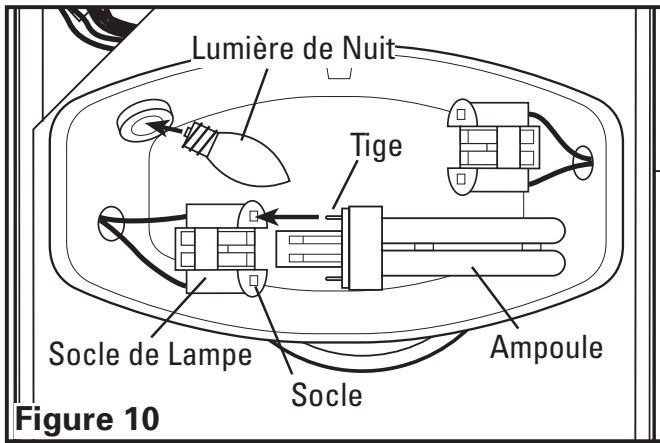

Figure 10
3. Installer les deux ampoules fluorescentes incluses de 13 watts dans les socles de la lampe en alignant les tiges sur la base de l'ampoule au socle du support de lampe en pressant vers le support de lampe jusqu'à ce que l'ampoule se mette en place et qu'il soit fermement appuyé dans le socle du support de lampe. Installer une ampoule de type C7 d'un maximum de 4 watts (culot de type candélabre) de la lumière de nuit (non-comprise) dans le support de lampe latéral (**Figure 10**).